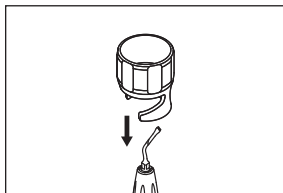
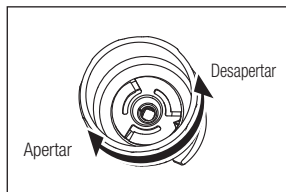

Fig. 2
Fig. 3
- 2) Posicione a chave, alinhando-a com a secção quadrada da ponta (Fig. 2). Depois, aperte a chave (sentido dos ponteiros do relógio) até ouvir um clique (Fig. 3). Neste momento, segure na peça de mão para não torcer o cabo da peça de mão.
Para retirar a ponta, utilize a chave e rode no sentido contrário aos ponteiros do relógio na direção Desapertar da Fig. 3.